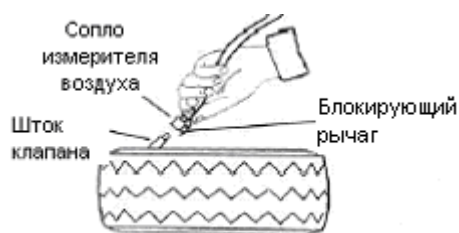

Рис.9
- 2) Чтобы накачать шину, присоедините сопло измерителя воздуха (см. Рис.9) к штоку клапана, когда блокирующий рычаг находится в положении “UP”. Проверьте, чтобы сопло было полностью надето на резьбу штока клапана.